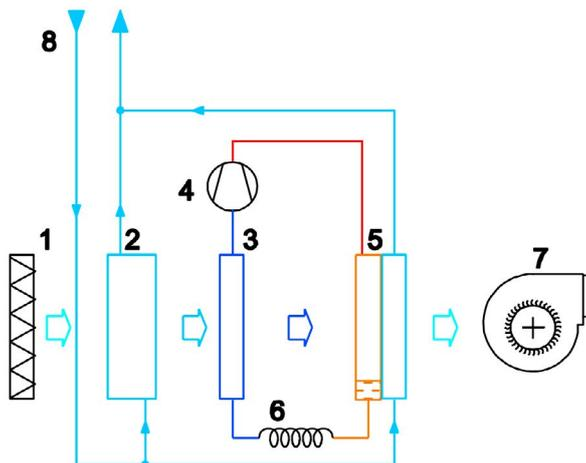

Fig. 1 Schema del deumidificatore AID260
In fig. 1 è schematizzato il funzionamento, denominato ad aria neutra. L'aria, filtrata attraverso la sezione filtrante (1), subisce un preraffreddamento tramite lo scambiatore ad acqua refrigerata (2) proveniente dal collettore dell'impianto radiante(8). L'utilizzo dell'acqua refrigerata per preraffreddare l'aria è fondamentale per l'efficienza del processo, perché in questo modo è possibile rendere minimo l'impegno di potenza elettrica del compressore frigorifero (4).